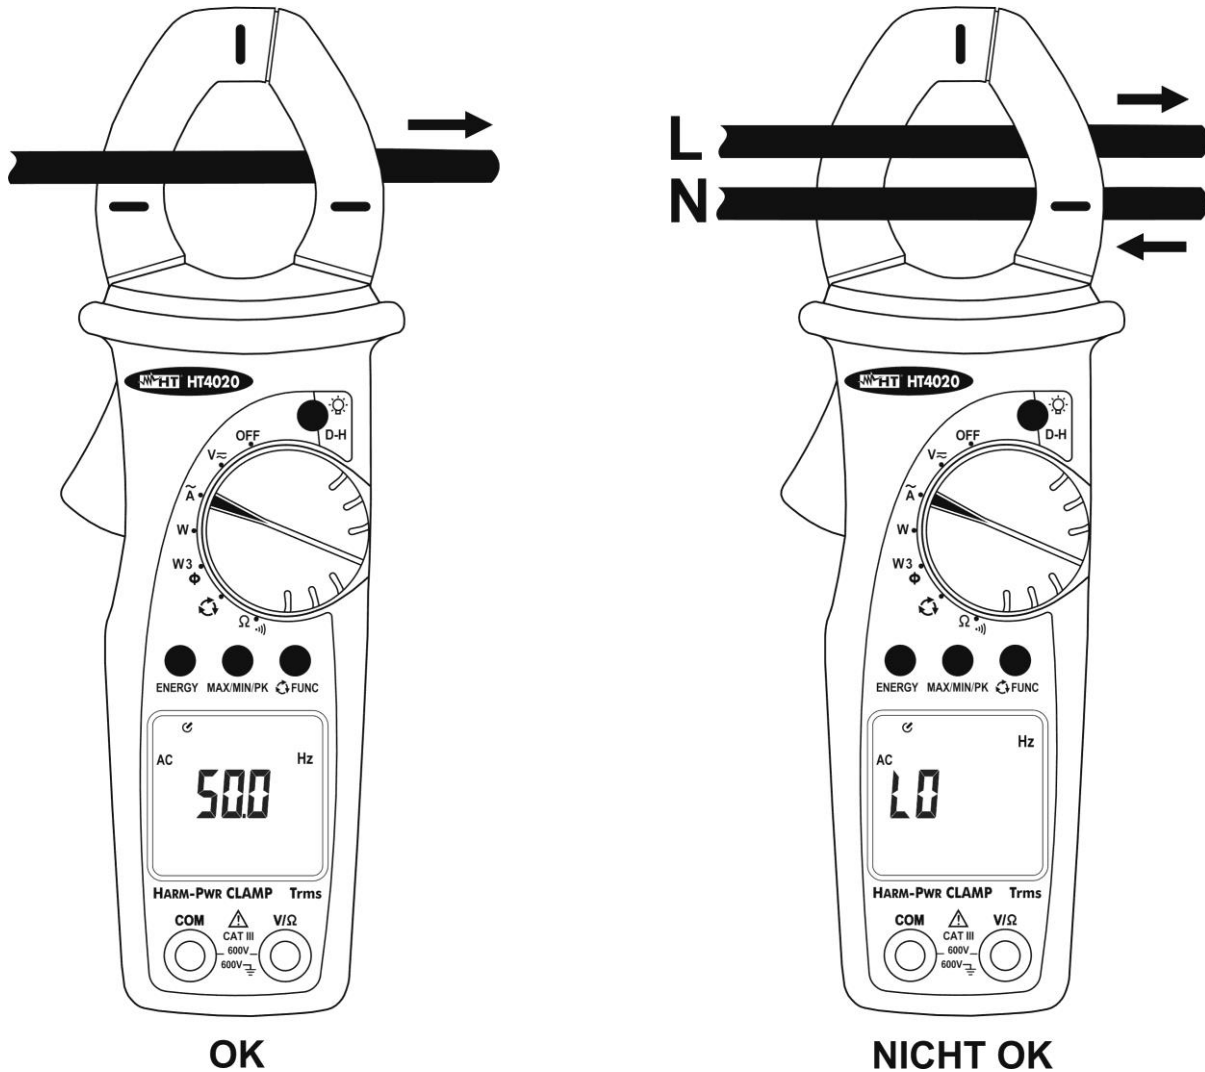

Abb. 9: Frequenzmessung mit der Zange
3. Öffnen Sie die Zangenbacken und umschließen Sie damit einen einzelnen Leiter. Achten Sie dabei auf die Ausrichtungsmarkierungen auf den Zangenbacken (siehe § 4.1.2 und Abb. 9). Der gemessene Frequenzwert wird im Hauptdisplay angezeigt
4. Wenn auf dem Display das "O.L" Symbol erscheint, ist der aktuelle Messwert zu hoch. Das Symbol "LO" wird bei falschem Anschluss des Gerätes (s. Abb. 9) oder für Messwerte unteren gezeigt, dass die minimale Reichweite